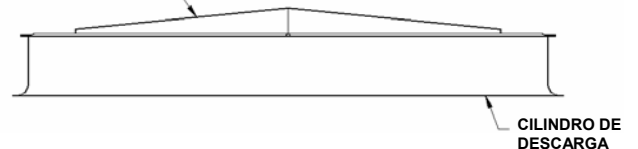

Figura 18 - Montaje del Bastidor Soporte.
1. Colocar el armazón en la parte alta del cilindro de descarga. (Ver figura 18).